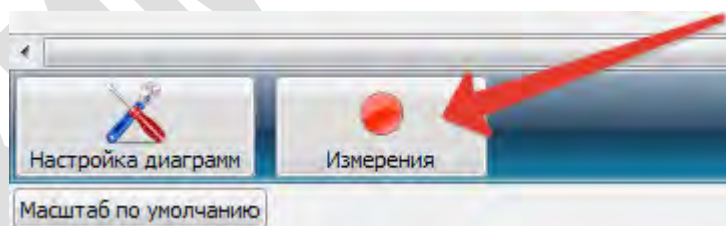
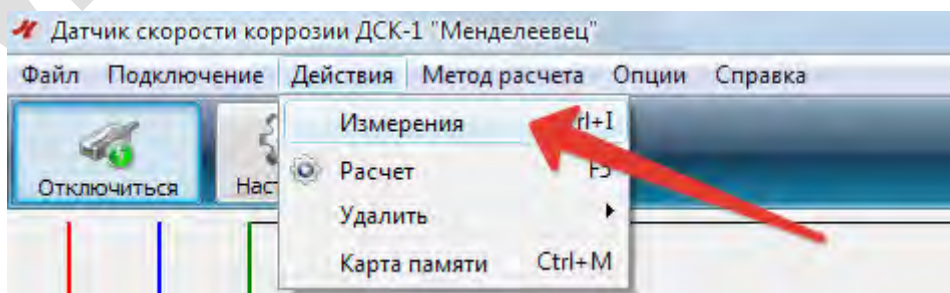
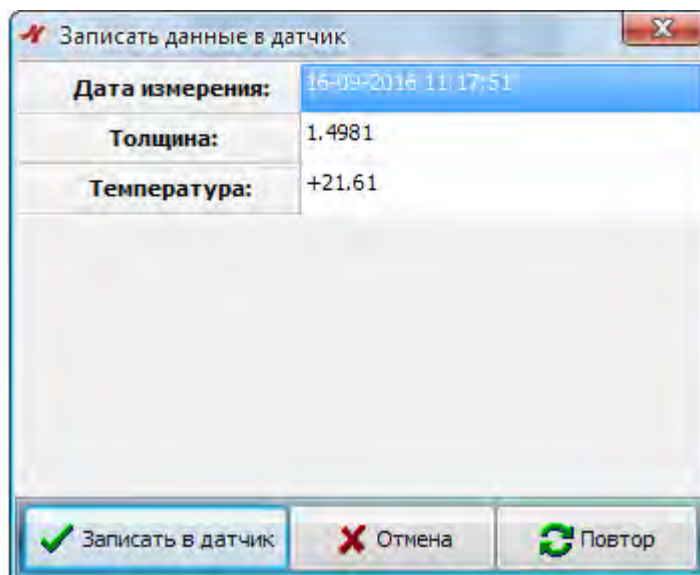

Рисунок 21 – Кнопка «Измерения»
Рисунок 22 – Пункт меню «Измерения»
Рисунок 23 – Окно «Запись данных»
3.7.1 Проведение измерений осуществляется в окне «проведение измерений» (рисунок 23), открытие которого происходит при нажатии кнопки «Измерения» (рисунок 21) или через пункты меню «Действия» - «Измерения» (рисунок 22). Кнопка будет активна только при подключенном датчике.